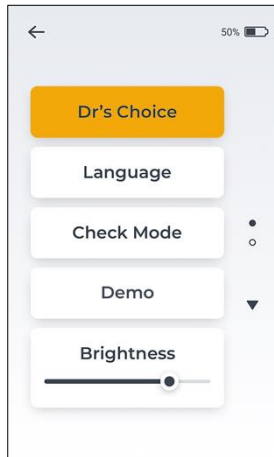
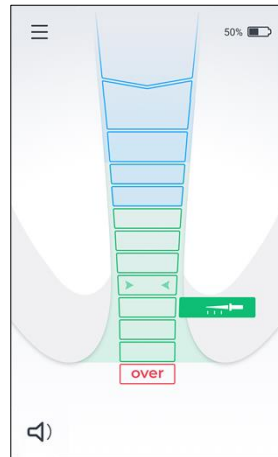

Abbildung 12
Abbildung 13
- Rufen Sie das Menü Einstellungen auf und tippen Sie auf die Registerkarte „Dr's Choice“ - siehe Abbildung 12. „Dr's Choice“ färbt sich orange, während sie aktiviert ist, und die gewählte Apikallinie des Arztes erscheint auf dem Bildschirm – siehe Abbildung 13.
- Um die vom Arzt gewählte Apikallinie zu deaktivieren, gehen Sie in das Menü Einstellungen und schalten Sie die „Dr's Choice“ aus, indem Sie auf die Registerkarte „Dr's Choice“ tippen – siehe Abbildung 12.